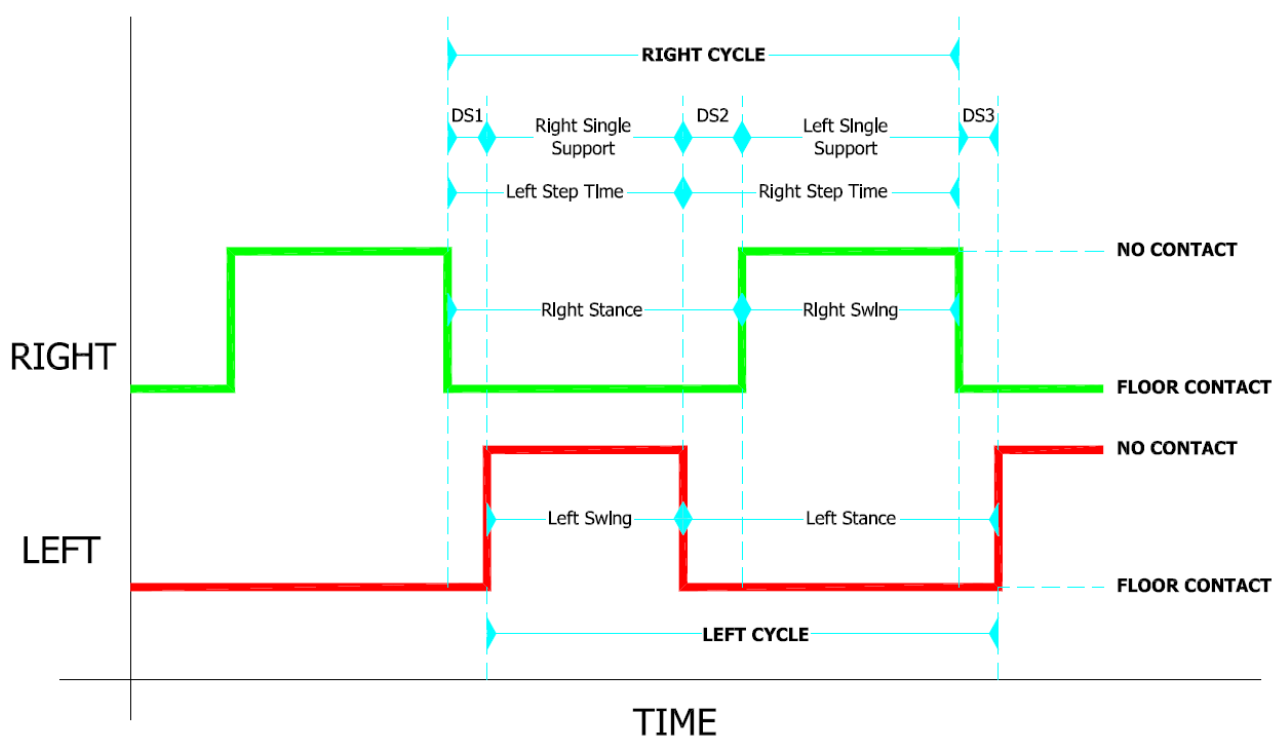

Figura 127 - Terminologia nell'analisi della camminata
Ogni Gait cycle comprende due periodi in cui entrambi i piedi sono a contatto col terreno detti di **Double Support**: il primo periodo di Double Support (DS1 in Figura 127 riferito al piede destro) viene anche chiamato “**Load Response**”, mentre il secondo (DS2) viene chiamato “**Pre Swing**”. Quando invece uno solo piede è a contatto col terreno si parla di **Single Support**.
- **Total Double Sup [s | %]:** È la somma dei due Double Support parziali definiti DS1 e DS2 in Figura 127
- **Load Response [s | %]:** È il primo Tempo di Double Support (DS1 in Figura 127)
- **Pre Swing [s | %]:** È il secondo Tempo di Double Support (DS2 in Figura 127)